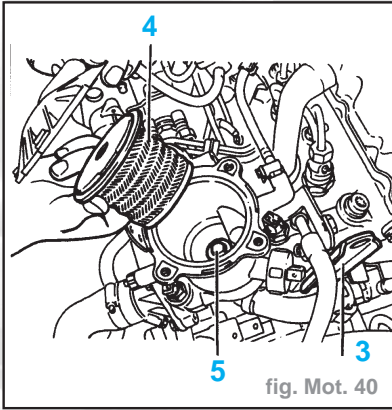

fig. Mot. 40
- l'anneau de levage (3),
- le filtre à gazole (4),
- la vis (5) et le support de filtre (fig. Mot. 40).